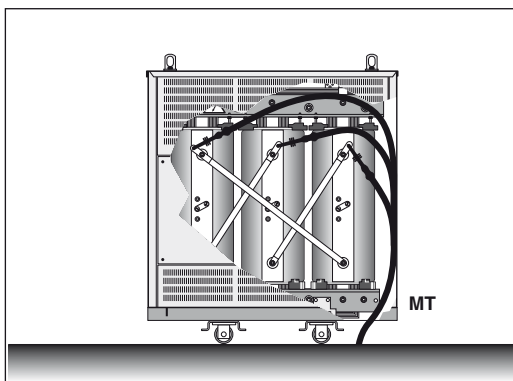

Figura 8 - collegamenti MT provenienti dal basso.
- collegamenti MT dal basso (figura 8).